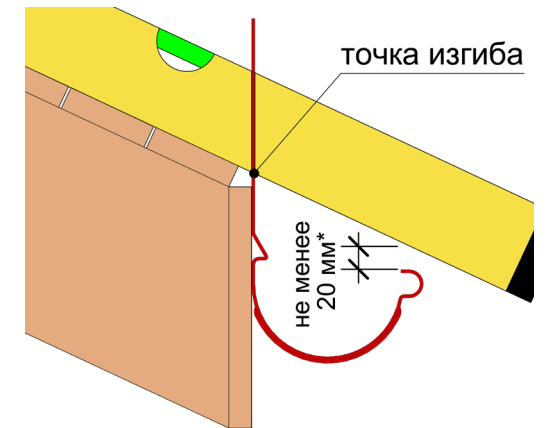

Рис. 3 Нахождение точки изгиба на самом верхнем крюке
4.1.1 До установки карнизных крюков, для формирования линии уклона желоба, необходимо произвести разметку и гибку крюков при помощи гибочного устройства. Перед разметкой все крюки следует пронумеровать. Далее необходимо найти и отметить на крюке 1 (крюк, который будет расположен выше всех) точку сгиба А (рис. 3). Сделать это нужно, приложив уровень к скату крыши и разместив крюк строго вертикально. Нижняя плоскость